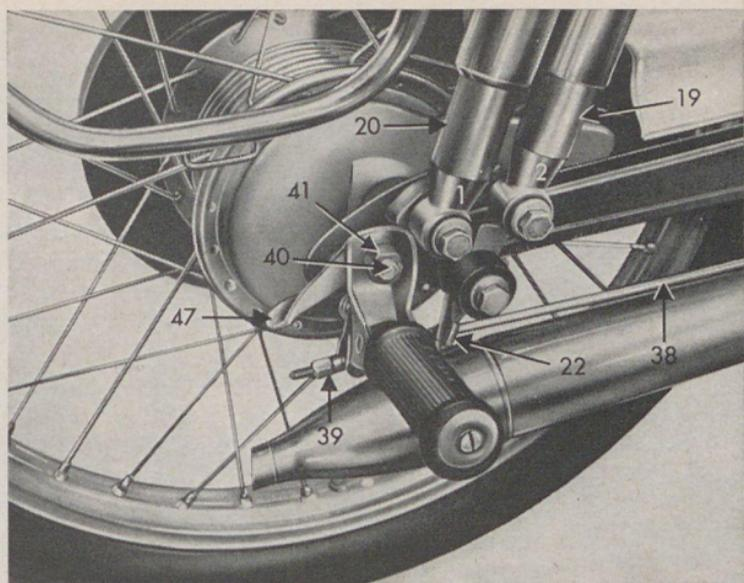

Bild 8
Bild 8 zeigt das vordere Federbein in eingeschaltetem Zustand. Um das vordere Federbeinpaar einzuschalten, wird auf beiden Seiten der Riegel 22 so weit als möglich, in Fahrtrichtung gesehen, nach vorwärts gedreht. Zum Abstellen der vorderen Federbeine wird ebenfalls auf beiden Seiten der Riegel 22 nach rückwärts verschwenkt.
7. Die Kette (hierzu Bild 8)